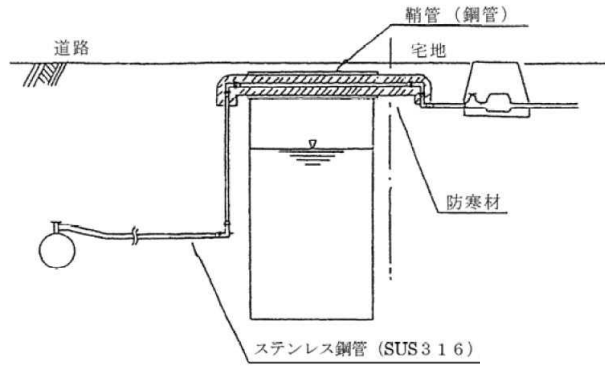

図 3.8.1 水路等上越しの場合
- 1) 水路、開きよ、暗きよ等を上越しする場合は、図 3.8.1 のとおりとする。